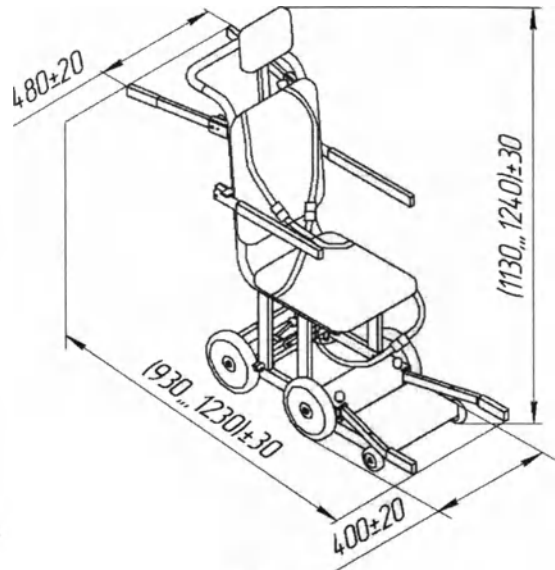

Рис. 1
2.2. Габаритные размеры, мм, не более	см. рис. 1.